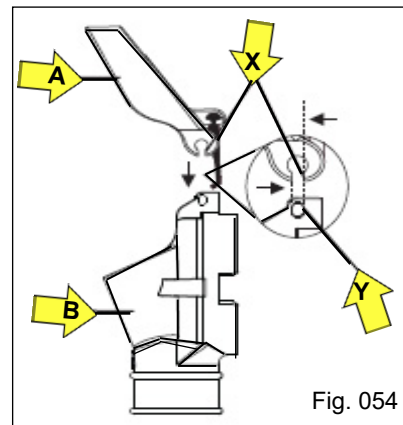

Fig. 054
a) Incline a tampa do bocal "A" de forma que a mesma fique alinhada com a face plana do canal oblongo "X", direcionando ao encaixe "Y" do pino do boca (Fig. 054);